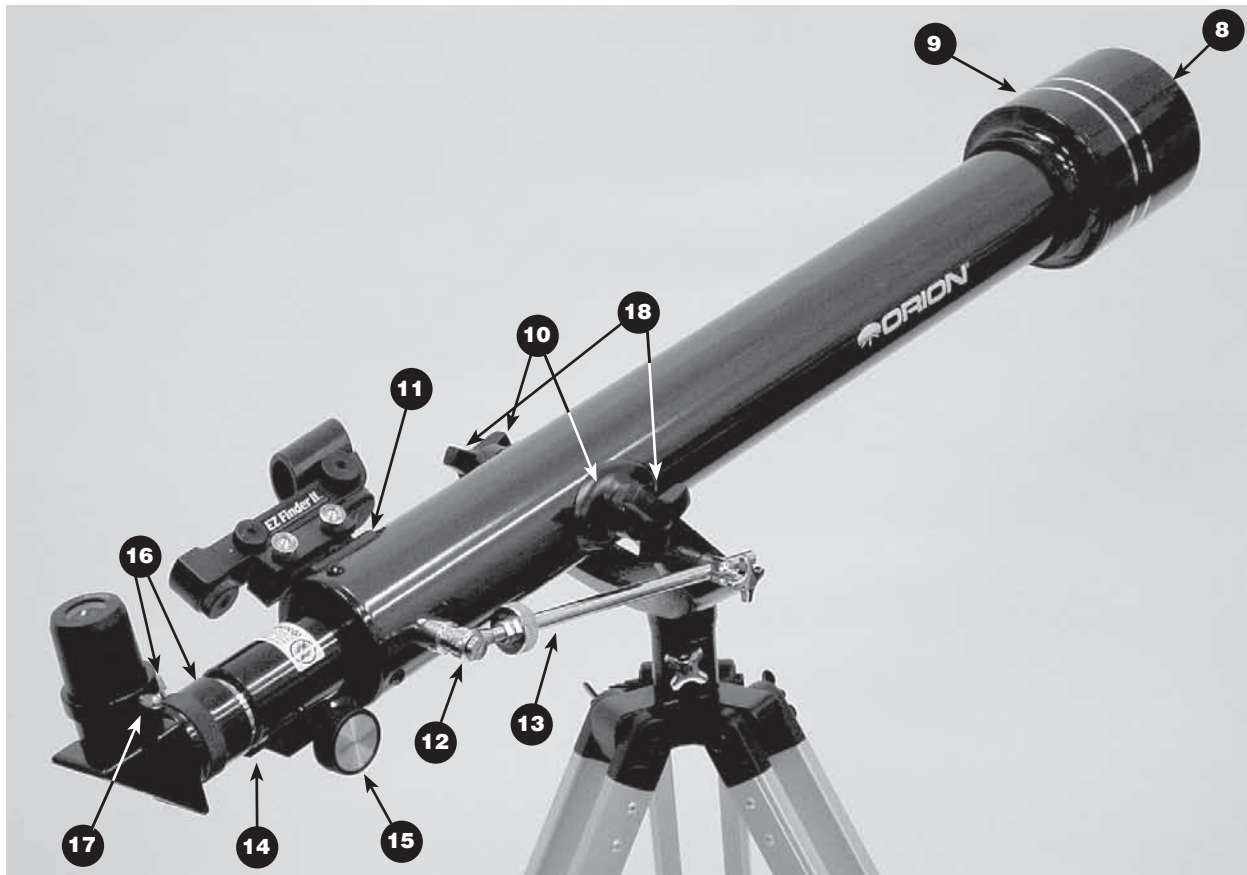
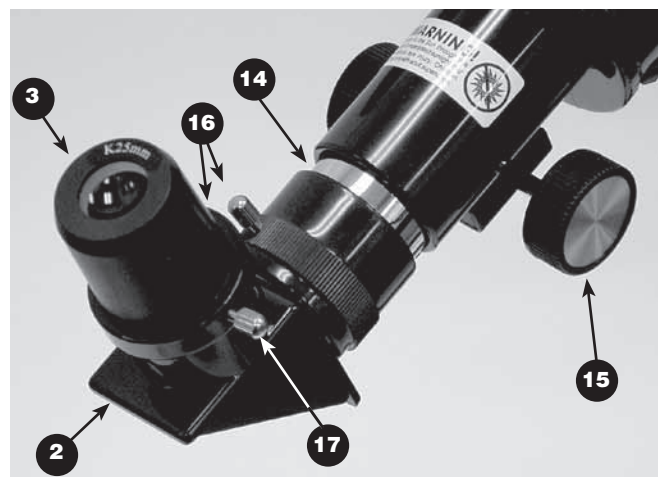
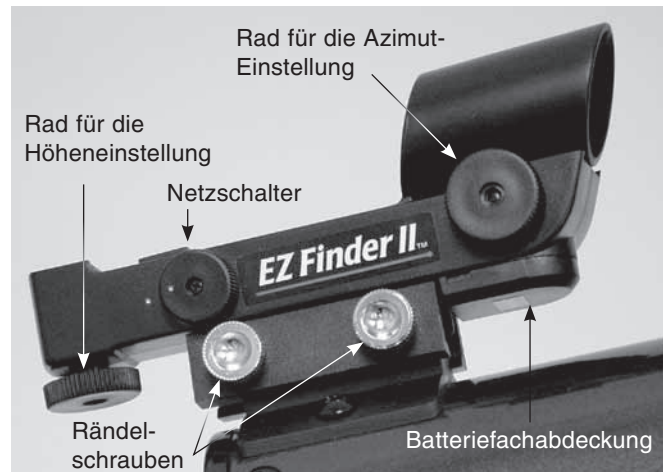

Abbildung 2a. Komponenten des Optikrohrs
Abbildung 2b. Detailansicht des Fokussierers am Observer 60-Teleskop
Abbildung 6. Das EZ Finder II-Reflexvisier
In Abbildung 2a wird das Optikrohr mit seinen verschiedenen Komponenten im Detail dargestellt. Zum besseren Verständnis ist das Optikrohr zusammen mit der Montierung abgebildet. Abbildung 2b zeigt eine stärker vergrößerte Nahaufnahme des Fokussierers.
7. Befestigen Sie das EZ Finder II-Reflexvisier (4) an der Halterung (11). Lockern Sie die beiden Schrauben zur Befestigung des EZ Finder II-Reflexvisiers (Abbildung 6), und schieben Sie es in die Halterung. Ziehen Sie die beiden Schrauben wieder fest. Das Ausrichten des EZ Finder II-Reflexvisiers findet erst später statt. Lesen Sie dazu den Abschnitt „Erste Schritte“.
8. Setzen Sie die Chrom-Steckhülse des 90°-Zenitspiegels (2) in den Okularauszug des Fokussierers (14) ein. Fixieren Sie den Zenit Spiegel mit den Rändelschrauben zur Befestigung des Zenitspiegels (16).
9. Setzen Sie die Chrom-Steckhülse des Kellner-Okulars mit 25 mm (3) in den 90°-Zenit Spiegel ein. Fixieren Sie das Okular mit der Rändelschraube zur Befestigung des Okulars (17). In Abbildung 2b sehen Sie einen korrekt montierten Zenit Spiegel mitsamt Okular.
Das EZ Finder II-Reflexvisier (Abbildung 6) projiziert einen winzigen roten Punkt auf eine Linse an der Vorderseite des Instruments. Wenn Sie durch das EZ Finder II-Reflexvisier schauen, scheint der rote Punkt im Raum zu schweben, sodass Sie selbst schwach leuchtende Weltraumobjekte lokalisieren können. Der rote Punkt wird nicht durch einen Laserstrahl, sondern durch eine Leuchtdiode (LED) in der Nähe der Rückseite des Visiers erzeugt. Eine austauschbare 3-Volt-Lithium-Batterie liefert die Energie für die Diode.
Sollte die Batterie jemals komplett entladen sein, können Sie in vielen Geschäften 3-Volt-Lithium-Batterien als Ersatz erwerben. Führen Sie zum Entfernen der alten Batterie einen kleinen flachen Schraubendreher in den Schlitz an der Batteriefachabdeckung (Abbildung 6), und öffnen Sie vorsichtig die Abdeckung. Ziehen Sie dann vorsichtig den Haltebügel zurück, und entnehmen Sie die alte Batterie. Achten Sie darauf, den Haltebügel nicht zu verbiegen. Schieben Sie dann die neue Batterie mit dem Pluspol (+) nach unten unter den Batteriekontakt, und bringen Sie die Abdeckung des Batteriefachs wieder an.